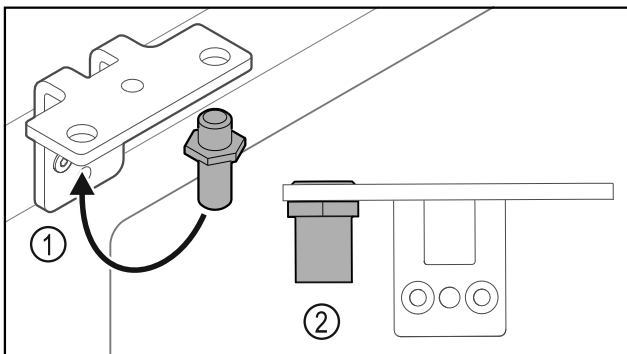

Fig. 31
- Flytta bulten Fig. 31 (1) i gångjärnsfästet.
- Dra åt bulten Fig. 31 (2) med ett vridmoment på 12 Nm.